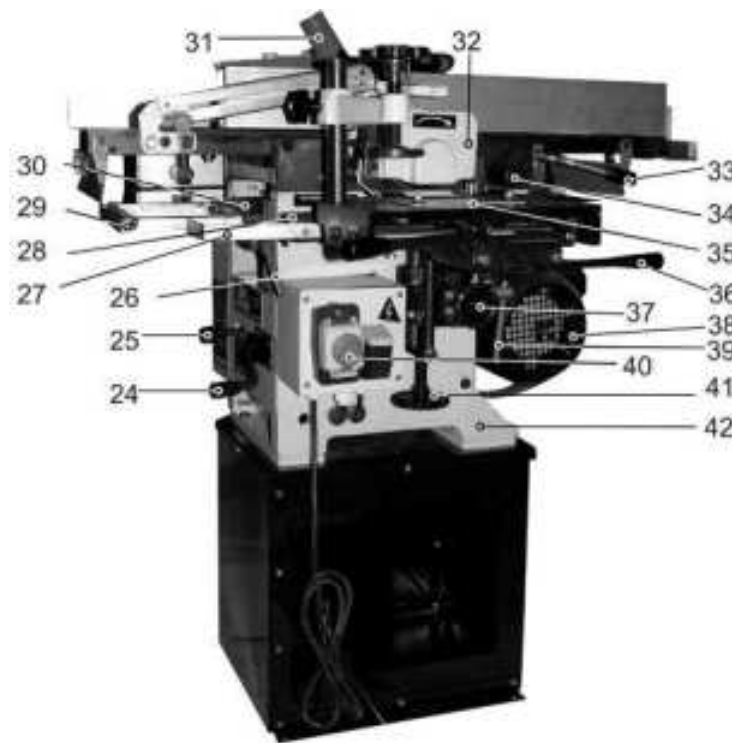
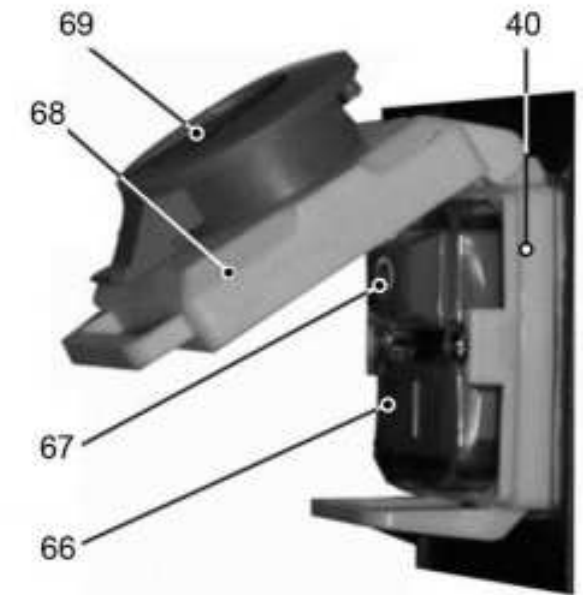

Рис. 3
Рис. 22
### 9. 8. Включение/выключение (Рис. 3, 22)
9.8.1. Станок оснащен магнитным пускателем, предотвращающим самопроизвольное включение после отключения питания. Вставьте электрическую вилку шнура питания станка в розетку с напряжением 220 В. Магнитный пускатель (40) закрыт защитной крышкой (68) и заблокирован кнопкой (69), предотвращающей самопроизвольный пуск станка после нажатия на кнопку (67). Как показано на Рис. 3, при закрытой крышке станок автоматически отключается от питания; станок можно включить только после открытия крышки (68) (Рис. 22) и нажатия зеленой кнопки (66).